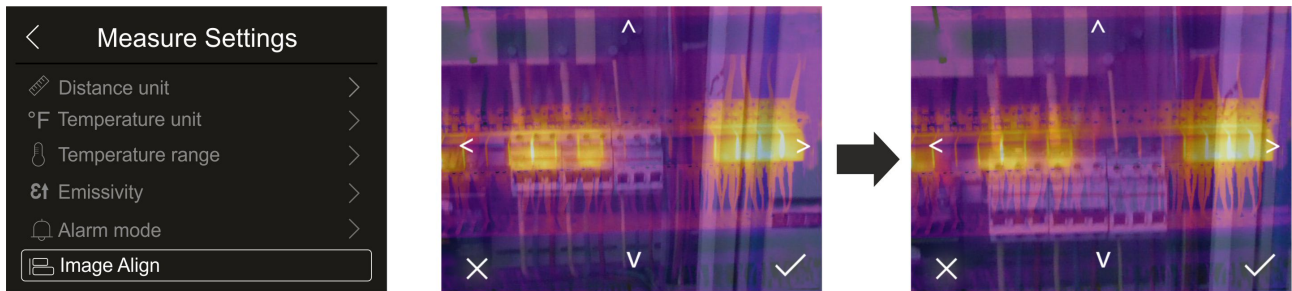

Fig. 30: Alinhamento da imagem no dispositivo
1. Clique em “Reset”. O ecrã da Fig. 30 - lado direito é exibido no dispositivo. Clique no símbolo “Delete memory”. O seguinte ecrã de confirmação é exibido: